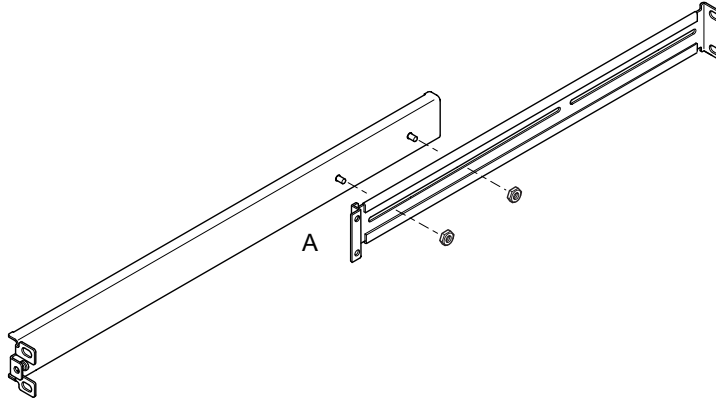

FIGURA 2-3 Colocación de los rieles de montaje de un bastidor estándar de 19 pulgadas de ancho
- En el bastidor estándar de 19 pulgadas de ancho, la orejeta de ángulo doble (A) debe estar en la parte delantera (consulte la FIGURA 2-3).